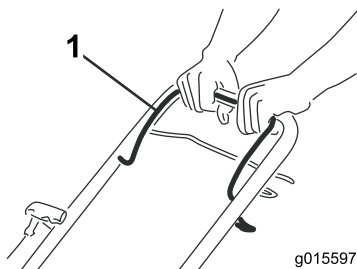

Bild 16
1. Halten Sie den Schaltbügel (Bild 16) gegen den Bügel gedrückt.